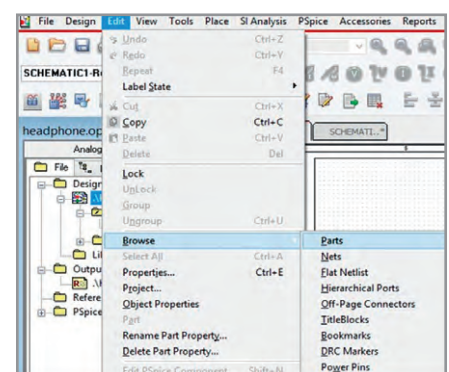

Рис. 5. Вход в режим просмотра символов в виде таблицы
1. Выделяем Headphone.dsn в «дереве» проекта, затем выбираем Edit > Browse > Parts (см. рис. 5).